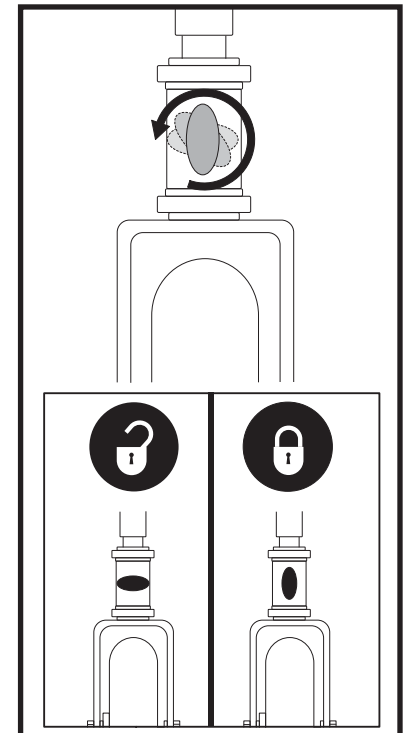

Abb. 22. Lenkersicherungshebel (Für modell 104)
1. Schlüssel aus dem Schlüsselschalter entfernen. Für modell 104, Justieren Sie den Lenker in eine gerade Position, indem Sie den Lenkersicherungshebel eindrücken und gleichzeitig 90° im Uhrzeigersinn drehen. **Siehe Abb. 22.** Das Vorderrad muß nach vorne gerichtet sein, um den Lenker festzustellen.